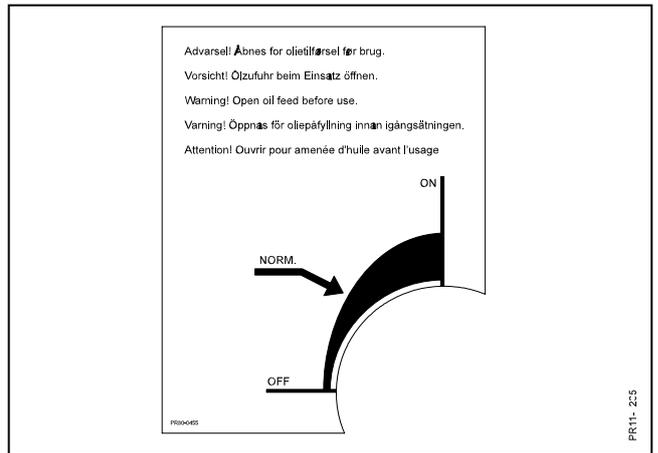

Fig. 5-20
- Fig. 5-20** Das Tropfintervall muß 2-3 Tropfen/Min. sein. Dies entspricht ein Verbrauch von ca. 0,2 Liter Öl pro Arbeitstag (10 Stunden). Den Hahn ca. halb aufdrehen, um das Tropfintervall einzustellen. Beachten, daß die Öltemperatur u.a.m. eine Korrektur der Einstellung erfordern kann.